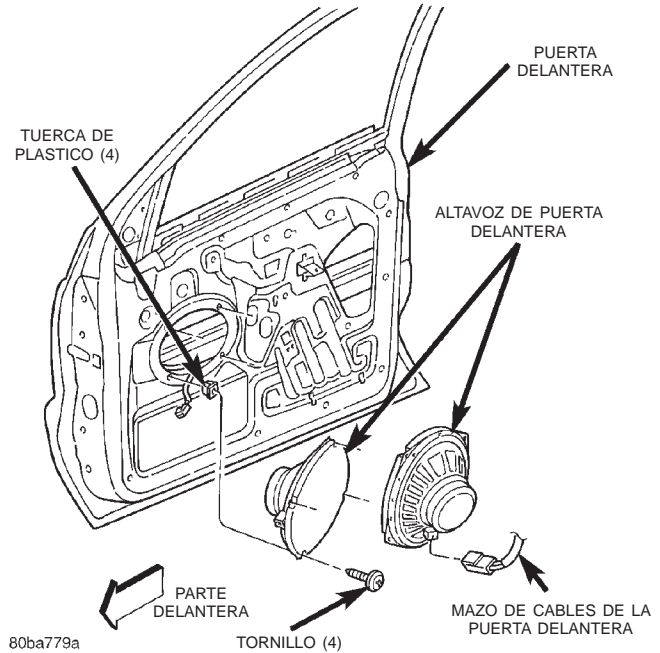

Fig. 9 Desmontaje e instalación del altavoz de la puerta delantera
- (1) Desconecte y aisle el cable negativo de la batería.
- (2) Retire el panel tapizado de la puerta delantera. Para informarse sobre los procedimientos, consulte **Panel tapizado de puerta delantera** en la sección Desmontaje e instalación del grupo 23 - Carrocería.
- (3) Retire los cuatro tornillos que fijan el altavoz al panel interior de la puerta delantera (Fig. 9).
- (4) Separe el altavoz del panel interior de la puerta delantera, lo suficiente para acceder al conector de mazo de cables de la puerta delantera.